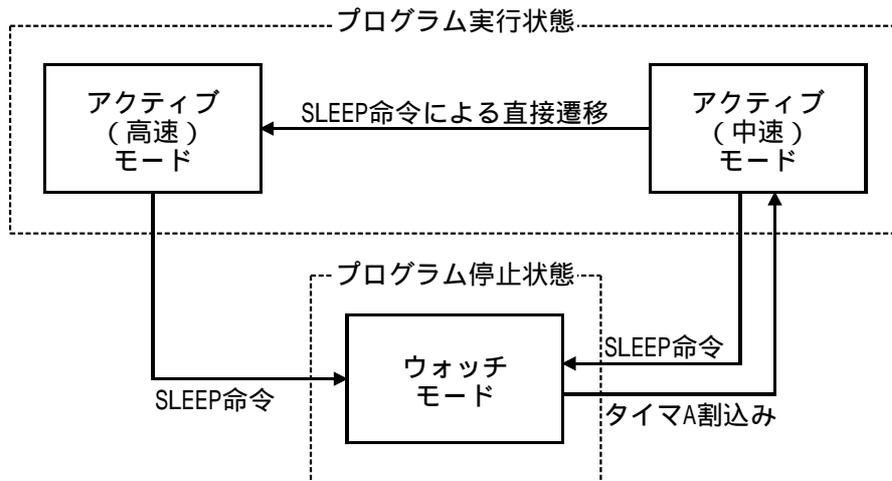

図1 アクティブ（中速）モードへの遷移におけるモード遷移図
<p data-bbox="137 573 300 607">使用機能説明</p> <p data-bbox="180 663 1426 1800"> (1) 本タスク例では、低消費電力モードのアクティブ（中速）モードへの遷移を行いません。図1にアクティブ（中速）モードへのモード遷移図を示します。以下にアクティブ（中速）モードの機能の説明を示します。 <ul style="list-style-type: none"> ・スタンバイモードで割込み（IRQ₁、IRQ₀）が発生したとき、ウォッチモードで割込み（タイマA、IRQ₀）が発生したとき、あるいはスリープ（中速）モードですべての割込みが発生したとき、SYSCR1のLSONが"0"かつSYSCR2のMSONが"1"ならば、アクティブ（中速）モードに遷移します。 ・CCRのIビットが"1"の場合、または割込み許可レジスタにより当該割込みの受け付けが禁止されている場合は、アクティブ（中速）モードに遷移しません。 ・アクティブ（中速）モードの解除は、SLEEP命令またはRES端子入力により行われます。 ・SLEEP命令による解除は、SYSCR1のSSBYが"1"、LSONが"0"、TMAのTMA3が"0"の状態ですLEEP命令を実行すると、スタンバイモードに遷移します。SYSCR1のSSBYが"1"、TMAのTMA3が"1"の状態ですLEEP命令を実行すると、ウォッチモードに遷移します。SYSCR1のSSBYが"0"、LSONが"0"、の状態です、SLEEP命令を実行すると、SYSCR2のMSONが"0"のときスリープ（高速）モードに、MSONが"1"のときスリープ（中速）モードに遷移します。直接遷移によってアクティブ（高速）モード、またはサブアクティブモードへ遷移します。 ・RES端子による解除は、RES端子を"Low"レベルにすると、リセット状態に遷移し、アクティブ（中速）モードは解除されます。 ・アクティブ（中速）モードの動作周波数は、SYSCR1のMA1、MA0で設定した周波数のクロックによって動作します。 ・CPUがプログラムを実行している動作モードにはアクティブ（高速）モード、アクティブ（中速）モード、サブアクティブモードの3つのモードがあります。この3つの動作モードの間で、プログラムを停止する事なく遷移することを直接遷移と呼びます。直接遷移はSYSCR2のDTONを"1"にセットし、SLEEP命令を実行することにより可能です。遷移後は直接遷移割込み例外処理を開始します。なお、割込み許可レジスタ2により直接遷移割り込みが禁止されている場合は、スリープモードDまたはウォッチモードへ遷移します。また、CCRのIビットを"1"の状態です直接遷移を行なうとスリープモードまたはウォッチモードに遷移し、遷移後のモードから割込みによる解除は不可能となります。 ・アクティブ（中速）モードからアクティブ（高速）モードへの直接遷移は、アクティブ（中速）モードでSYSCR1のSSBYを"0"、LSONを"0"、SYSCR2のMSONを"0"、DTONを"1"にセットした状態でSLEEP命令を実行すると、スリープモードを経由してアクティブ（高速）モードに遷移します。 ・タイマA割込みにより、ウォッチモードを解除しアクティブ（中速）モードに遷移する場合に、クロックが安定するまでCPUと周辺機器が待機する時間をSYSCR1のSTS2～STS0により指定します。動作周波数に応じて待機時間が10ms以上になるように指定しなければなりません。 ・本タスク例では、動作周波数に5MHzを使用しているため、STS2を"0"、STS1を"1"、STS0を"1"に設定し、待機時間を65,536ステート、13.1072msに設定しています。 ・アクティブ（中速）モードの動作クロックはSYSCR1のMA1、MA0により設定します。本タスク例では、アクティブ（中速）モードの動作クロックを $\frac{osc}{64}$、78.125kHzに設定しています。 </p>